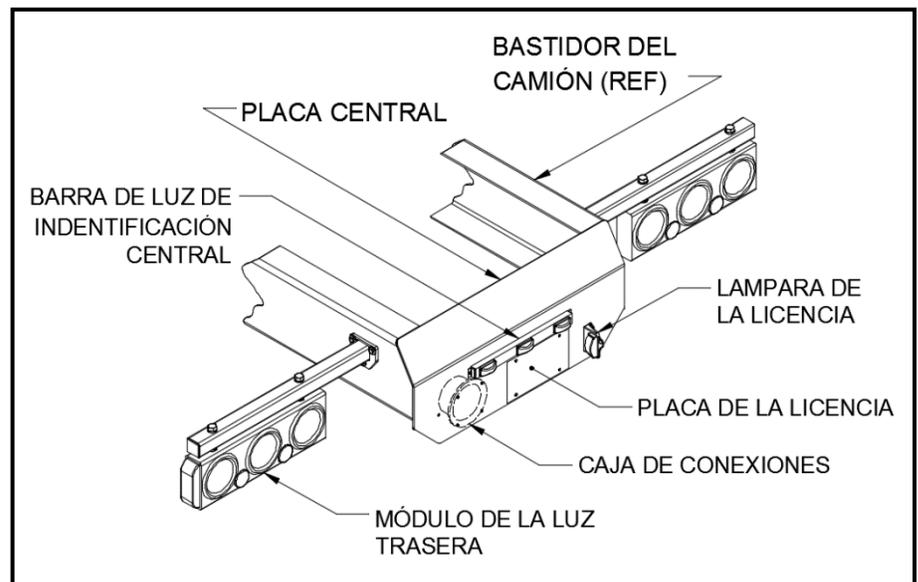
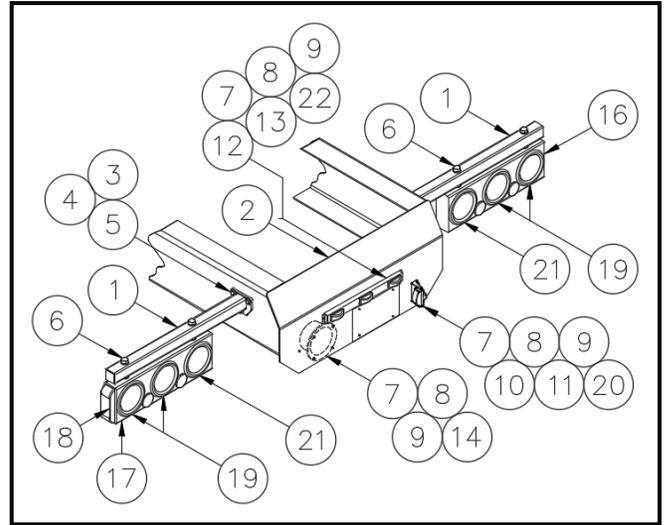

Figura 2
Figura 3
3. Coloca la placa central {N Pt 63H08} al posterior del bastidor principal. Suelda la placa central al bastidor (Vea figura 2 y las notas adicionales)
4. Coloca el soporte de la barra de las luces traseras {N Pt. 51H69} sobre el bastidor del camión. El soporte de la barra de las luces debe colocar lo más alto y más atrás posible para evitar interferencia con los guardabarros y parachoques. Puede ser necesario modificar el soporte de la barra de las luces. Abre los agujeros indicados y monta el soporte usando los sujetadores suministrados. (Vea figura 3)
5. Sujeta el módulo de la luz trasera con el soporte de la barra de las luces traseras con los sujetadores suministrados (Vea Figura 3)
6. Monta la barra de luz de identificación en el centro superior de la placa central {N Pt 63H08} utilizando los sujetadores suministrados. (Vea Figura 3)
7. Monta la barra de luz de identificación en el centro superior de la placa central {N Pt 63H08} utilizando los sujetadores suministrados. (Vea Figura 3)
8. Monta la caja de conexiones atrás al lado izquierdo de la placa central (Vea Figura 2), utilizando los sujetadores suministrados (Figura 3).